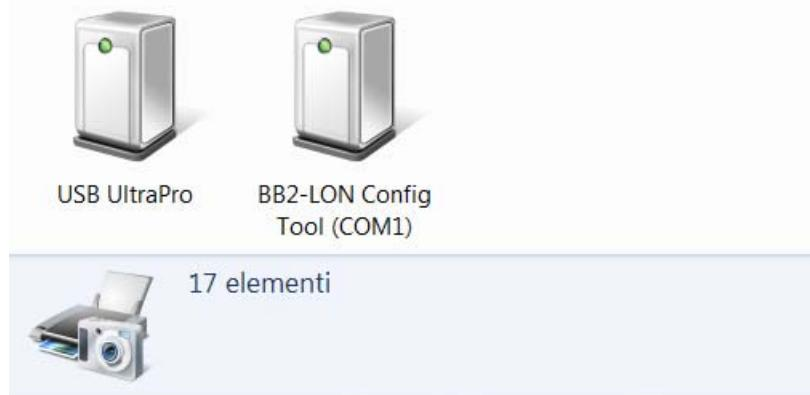

Figure 5: Périphériques et imprimantes
3. Choisir comme Dispositif BB2-2010, le port de communication COM associé au port USB (pour connaître le numéro du port COM sur Windows : Start->Périphériques et imprimantes, voir Figure 5), puis appuyer sur « Connect ».